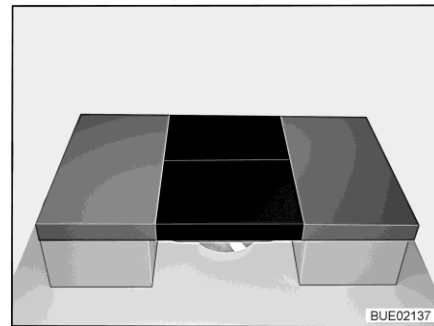

Bild 157 Nach dem Umbau
- Zwei Zusatzpolster auf den Tisch legen (siehe Bild 157).